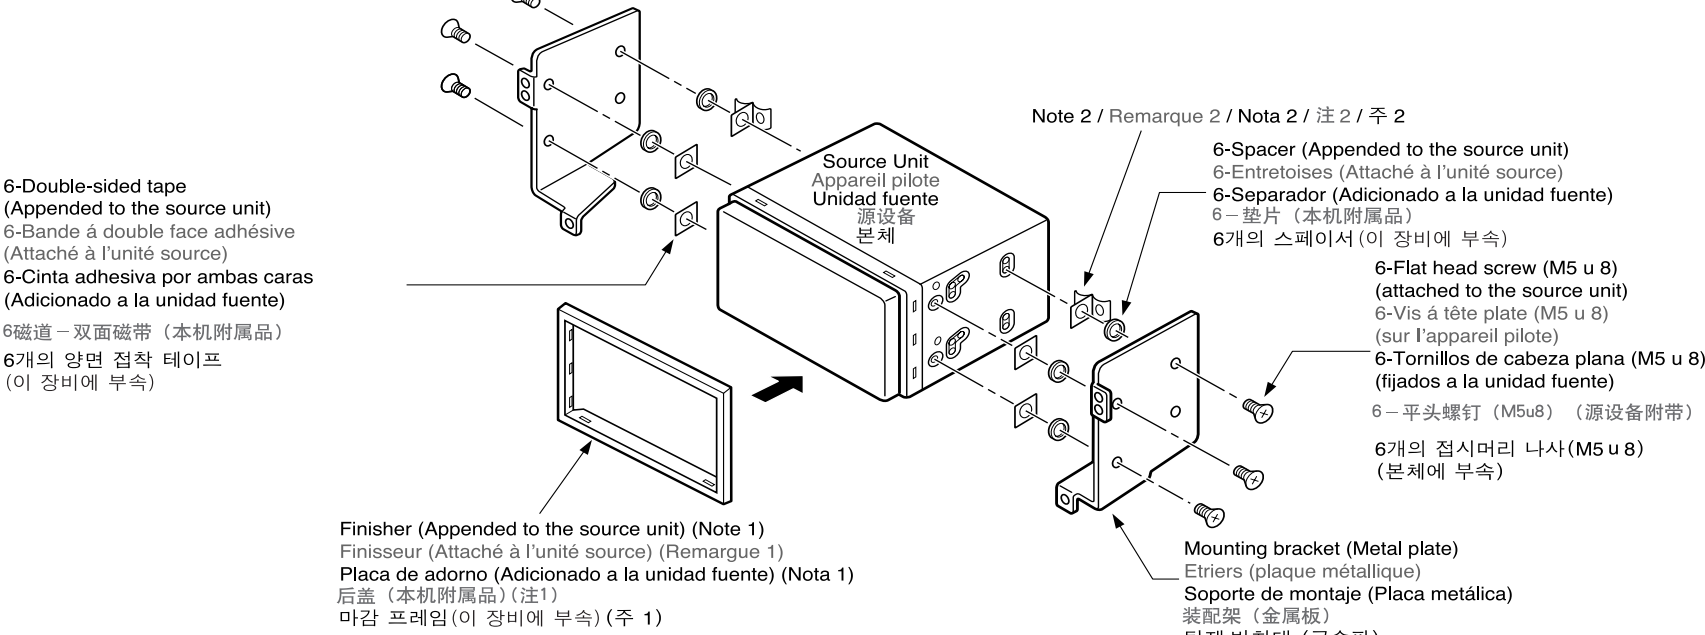
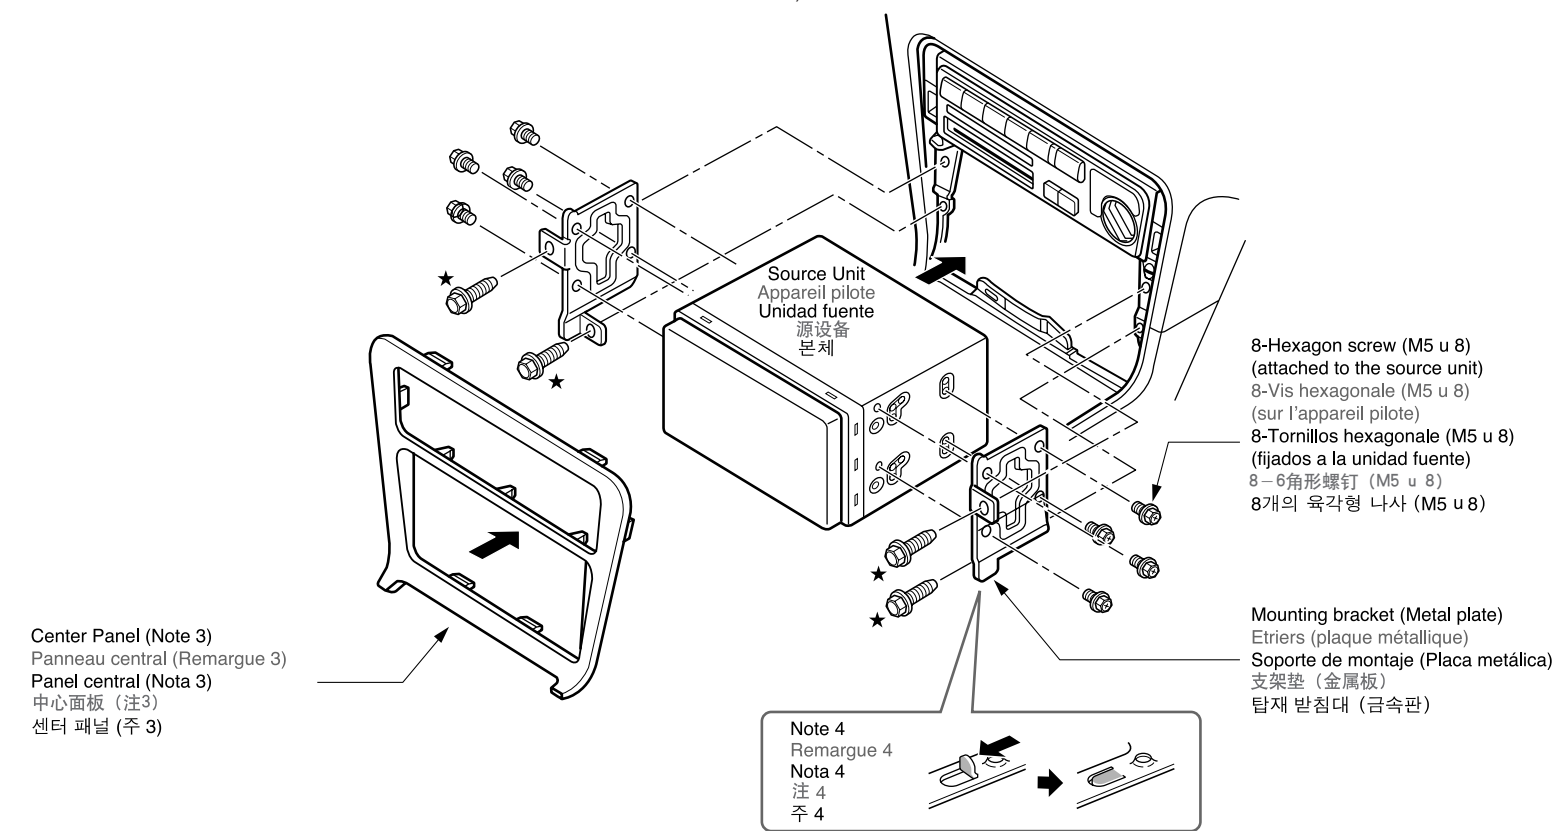

Figure 4 / Figure 4 / Figura 4 / 图4 / 그림 4
Figure 5 / Figure 5 / Figura 5 / 图5 / 그림 5
- When installing the source unit in NISSAN vehicles, use the parts attached to the unit and follow the instructions in Figure 4.
When installing the source unit in TOYOTA vehicles (Figure 5), use the parts attached to the vehicle and follow the instructions in Figure 5.
- Si vous installez l'appareil pilote dans un véhicule NISSAN, utilisez les pièces attachées à l'appareil et suivez les instructions de la figure 4.
Si vous installez l'appareil dans un véhicule TOYOTA (Figure 5), utilisez les pièces attachées au véhicule et suivez les instructions de la figure 5.
- 当将源设备安装与NISSAN车时，使用设备所附的部件并按照图4的说明进行。当其安装与TOYOTA车时，使用车辆所附的部件并按照图5的说明进行。